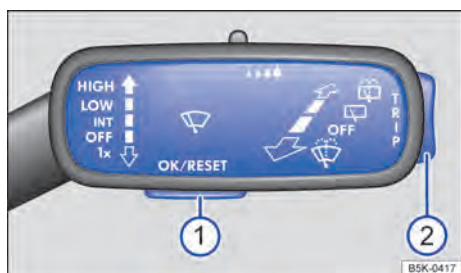

Fig. 24 À direita na coluna de direção: botões na alavanca dos limpadores dos vidros (representação esquemática).
- Para acessar o menu ou a tela de informação exibida, pressionar o botão → Fig. 24 ① ou aguardar até o menu ou a tela de informação abrir automaticamente após alguns segundos.
- No menu exibido, pressionar a chave → Fig. 24 ② em cima ou embaixo até que o item de menu desejado esteja marcado. A marcação é indicada por meio de uma moldura.
- Pressionar o botão → Fig. 24 ① para fazer as modificações desejadas. Um sinal de visto identifica a ativação da função ou do sistema.
→ Fig. 24 ①.
- Se uma mensagem ou o pictograma de veículo for exibida, pressionar o botão → Fig. 24 ①, se for o caso, pressionar várias vezes.
- Para a exibição dos menus → Página 34 ou para retornar para a seleção de menu a partir de um menu ou de uma tela de informação, basta manter a chave → Fig. 24 ② pressionada.